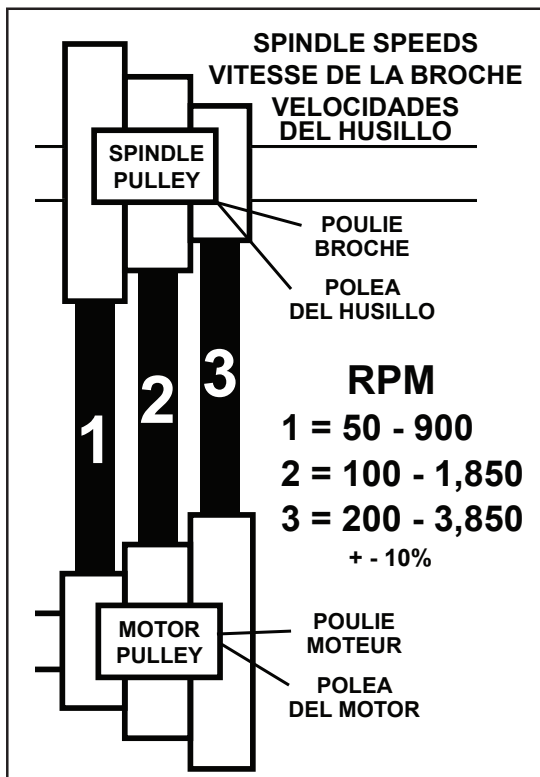
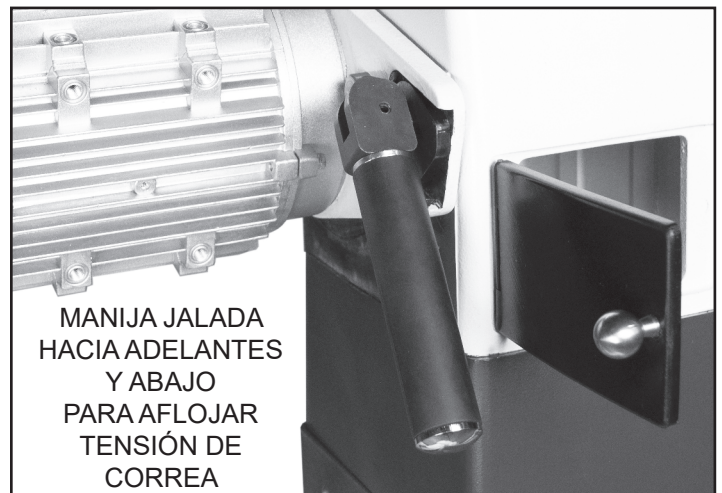

FIG. 30
FIG. 33
4. Empuje la Manija de tensión hacia abajo para aflojar la tensión de la Correa Poly V (#2B). FIG. 33. Ahora puede posicionar la correa en las poleas para la gama de velocidad deseada. FIG. 30 muestra las posiciones para las tres gamas de velocidad.